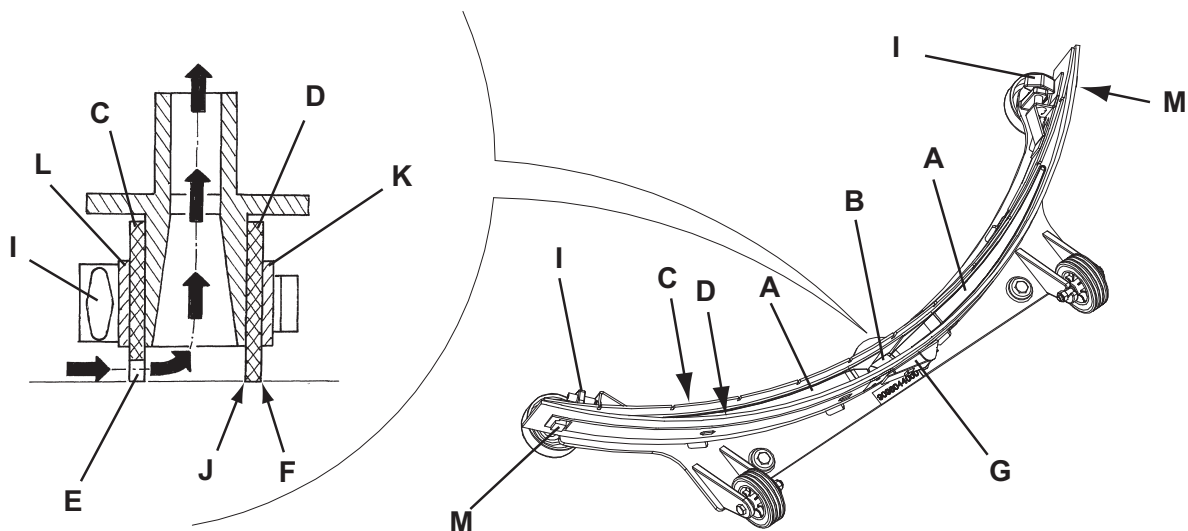

Abbildung 3
1. Die Sauglippe (Abb. 3) reinigen, und dabei wie angegeben im vorhergehenden Abschnitt vorgehen.
2. Prüfen dass der Saum (E, Abb. 3) des Vordergummis (C) und der Saum (F) des Hintergummis (D) gleichzeitig auf einem flachen Fußboden über ihre ganze Länge ruhen, ansonsten in der Höhe wie folgt beschrieben einstellen:
- Den Zugstab (G) entfernen und die Befestiger (M) lösen, das Hintergummi (D) einstellen und die Befestiger ankuppeln und den Zugstab installieren.
- Sterngriffe (I) lösen und vorderen Gummi (C) einstellen. Sterngriffe wieder festdrehen.
3. Überprüfen, ob der vordere (C) und der hintere Gummi (D) unversehrt sind und keine Schnitte oder Risse aufweisen, gegebenenfalls wie folgt austauschen. Überprüfen, ob die Vorderkante (J) des hinteren Gummis verschlissen ist. Gegebenenfalls Gummi umdrehen und eine der drei unversehrten Kanten als Vorderkante verwenden. Sind auch die anderen drei Kanten abgenutzt, Gummi wie folgt austauschen:
- Zugstange (G) entfernen, Haltevorrichtungen (M) lösen, Haltestreifen (K) abnehmen und hinteren Gummi (D) umdrehen/ austauschen. Gummi in umgekehrter Reihenfolge einbauen.
- Sterngriffe (I) aufdrehen, Haltestreifen (L) abnehmen und vorderen Gummi (C) austauschen. Gummi in umgekehrter Reihenfolge einbauen.